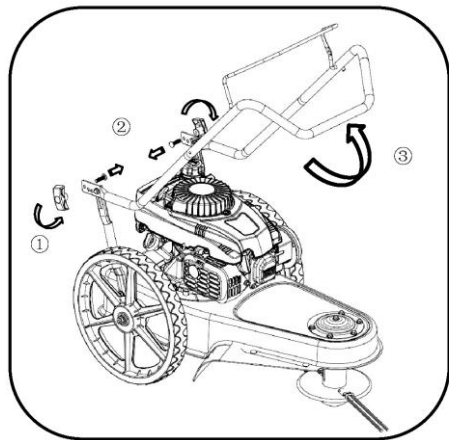

Рис. 3-1
1. Снимите треугольную гайку (1) и болт (2) с нижней рукоятки слева и справа.
2. Поверните среднюю рукоятку в рабочее положение и закрепите ее. См. рис. 3-1.